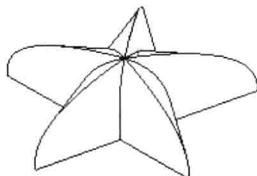

图 2-4 五角星（光滑）
(3) 重新定义特征，修改特征的属性为“光滑”，如图 2-4 所示。